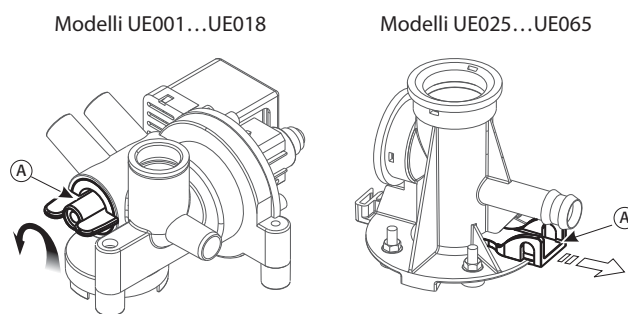

Fig. 7.a
- azionare il dispositivo meccanico sotto il cilindro (vedi part. A Fig. 7.a).